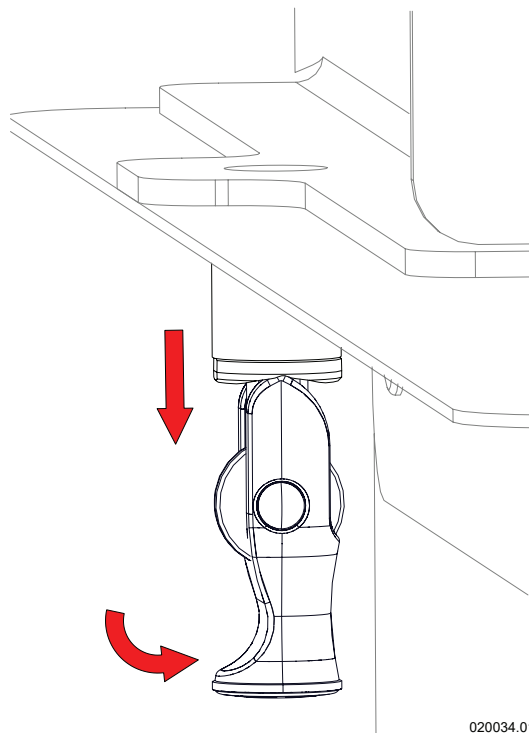

Figura 8-8 - Perno di serraggio
5. - Tirare verso il basso il perno "M", ruotarlo e fermarlo in posizione come in Figura 8-8;